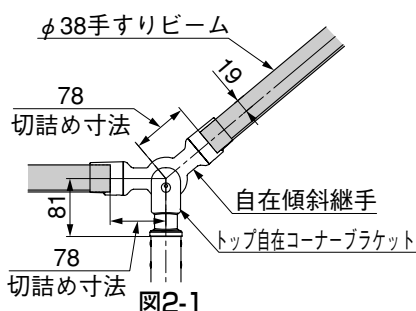

図2-1
- 図2-1を参照して ϕ 38手すりビームを切詰めてください。